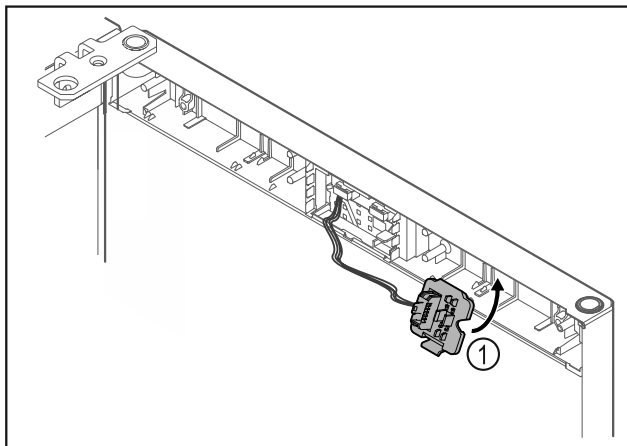

Fig. 17
- Zatrzasnąć uchwyt wtyczki Fig. 17 (1) po przeciwnej stronie.